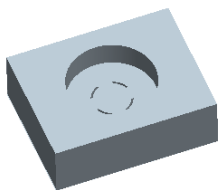
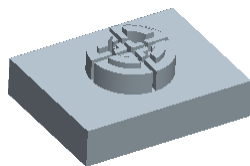

图 18.21 着色后的上半部分体积块
图 18.22 着色后的下半部分体积块
Step3. 选取 INSERT_04_BODY 作为要分割的模具体积块；选取 **面组:F7 (PS)** 分型面为分割曲面。
Step4. 在“体积块分割”操控板中单击 **体积块** 按钮，在“体积块”界面中单击 **1** ☒ **体积块_1** 区域，此时模型的上半部分变亮，如图 18.21 所示，然后在选中的区域中将名称改为 UPPER_MOLD；在“体积块”界面中单击 **2** ☒ **体积块_2** 区域，此时模型的下半部分变亮，如图 18.22 所示，然后在选中的区域中将名称改为 LOWER_MOLD。